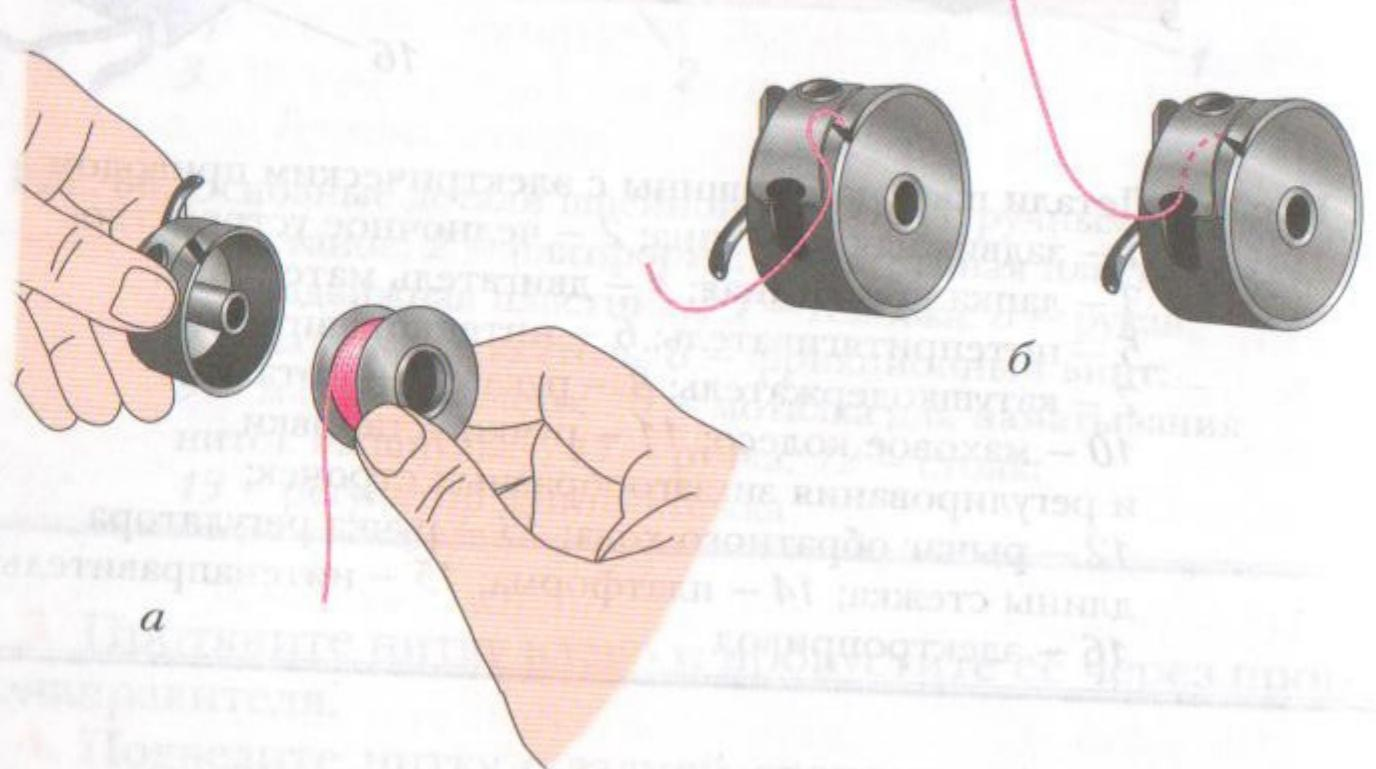

Рис. 69. Установка шпульки в шпульный колпачок (а) и выведение нитки (б)
1. Правой рукой возьмите шпульку так, чтобы нитка была намотана в направлении на себя, и вставьте шпульку в колпачок (рис. 69, а).
2. Заправьте нитку в косую прорезь шпульного колпачка и под пластинчатую пружину (рис. 69, б).